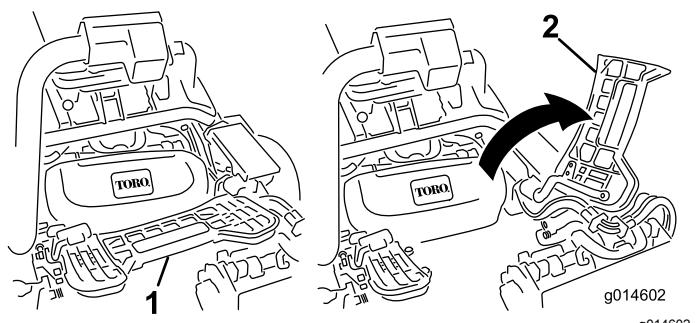

Figura 41
1. Sollevate il poggiapiedi e ruotatelo fino all'apertura, per consentire l'accesso alla posizione dell'apparato di taglio centrale. (Figura 41)